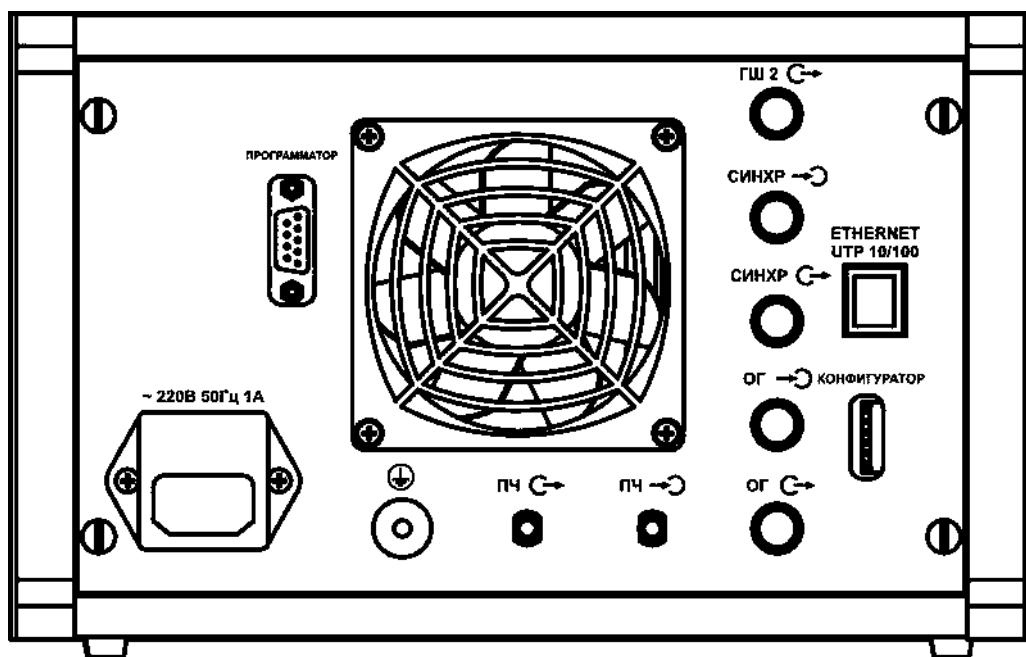

Рисунок 9 – Задняя панель измерителя
**Шаг 1.** Установить все переключатели конфигулятора (конфигулятор находится на задней панели измерителя, см. рисунок 9) в положение OFF (нумерованная сторона конфигулятора соответствует положению ON).